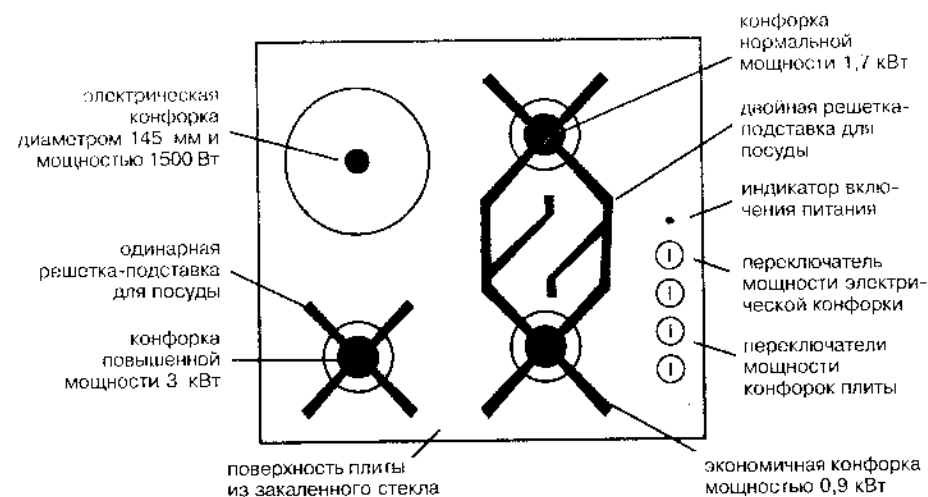

Рис. 2
- 2) Не устанавливайте непосредственно на решетке-подставке для посуды кастрюли или другие предметы (например, сковородки с ручками, керамическую посуду или любую другую посуду из любого материала большого диаметра, и т.д.), если эта посуда занимает больше места, чем одна горелка, и если диаметр этой посуды превышает размеры решетки-подставки (рис. 2).